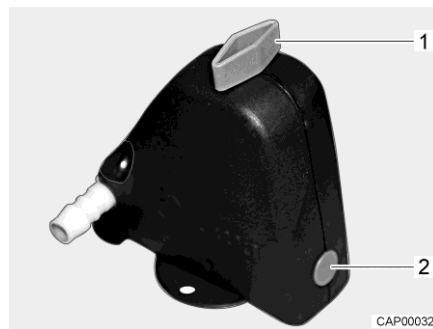
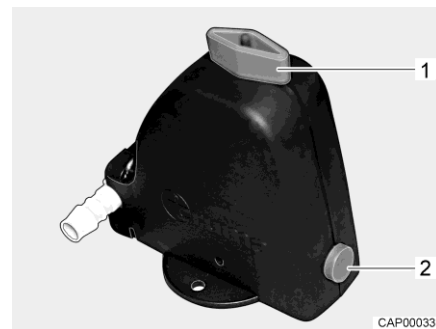

Fig. 63 Valve de sécurité et de vidange fermée
Fig. 64 Valve de sécurité et de vidange ouverte
- Ouvrir la valve de sécurité et de vidange (Fig. 63). Tourner le bouton rotatif (Fig. 63,1) dans le sens longitudinal par rapport à la valve de sécurité et de vidange. Le bouton-poussoir (Fig. 63,2) ressort. La valve de sécurité et de vidange ouverte est représentée à la Fig. 64.